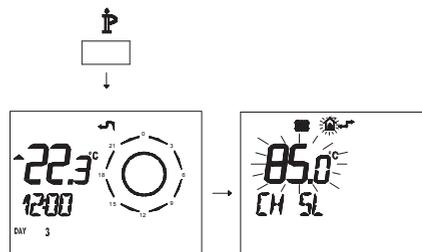

Figura 5.34
- Premere per più di 3 secondi il pulsante P per entrare in modalità **INFO** (Figura 5.34).